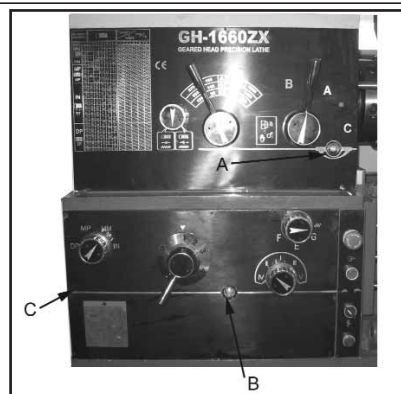

Fig. 4
1. **Spindeldokke** – Oljen får aldri være under markeringen i optiske øyet (A, fig. 4). Bruk Mobil DTE® Oil Heavy Medium. Skru ut pluggen opp til på spindeldokken og fyll på olje. Avtapping: Skru ut pluggen på venstre side av spindeldokken, i nedre bakre hjørnet. Tapp ut all olje og rense ut alle metallspon. Bytt olje første gang etter en måneds bruk. Bytt så olje annen hver måned.
2. **Gearkasse** – Oljen får ikke være under markeringen i det optiske øyet (B, fig. 4). Bruk Mobil DTE® Oil Heavy Medium. For å fylle på olje: Skru ut de to skruene på lokket. Avtapping: Skru ut pluggen (C, fig. 4) på gearkassens venstre side. Tapp ut og bytt all olje første gang etter tre måneders bruk. Bytt så olje var sjette måned.